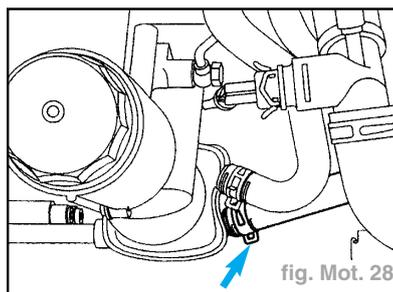

fig. Mot. 28
- Déposer en outre la durit de liquide de refroidissement sous le refroidisseur d'huile (flèche) et laisser le reste du liquide de refroidissement s'écouler (fig. Mot. 28).